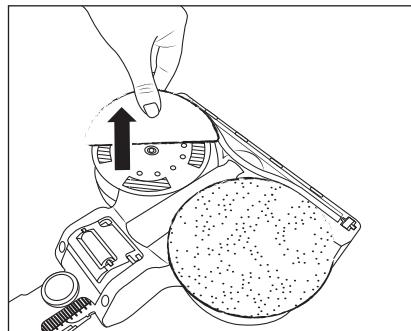

Fig. 18
- ◆ Para desmontar una almohadilla para fregar ③4 del accesorio para fregar ③1, agárrala con los dedos y tire de ella hacia arriba para extraerla del accesorio para fregar ③1 (consulte la fig. 18).